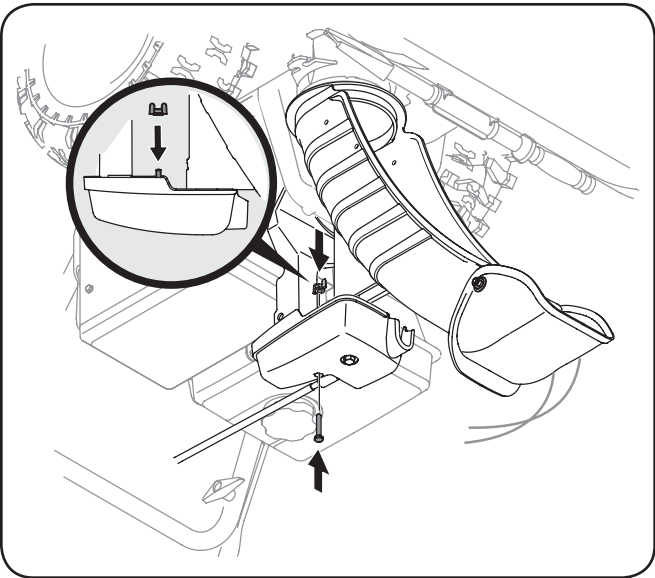

Figure 3-7
4. Utilisez la vis hex. et l'écrou à oreilles pour terminer l'installation de la goulotte sur la tête de commande. Voir la Figure 3-7.